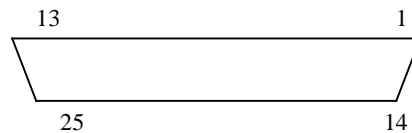

图 4 标准传感器接口
- 电压输出元件数：指 0~5V 标准传感器，按照实际使用的数量设定，具体连线请参见图 4 所示接口。
- 电流输出元件数：指 4~20mA 标准传感器，按照实际使用的数量设定，具体连线请参见图 4 所示接口。
(2) 控制功能